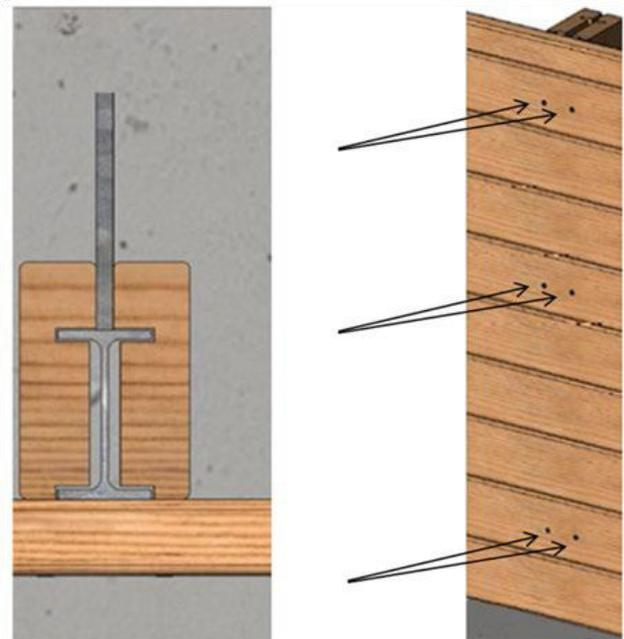

Abb.11 – Verkantung der Bohlen auf den Streben
- auf den 8 Streben (diese sind vorgebohrt, wie in Abb. 11 gezeigt) mit 72 Torx - Gewindeschrauben 6 x 30 aus A2 Edelstahl (Beutel D).